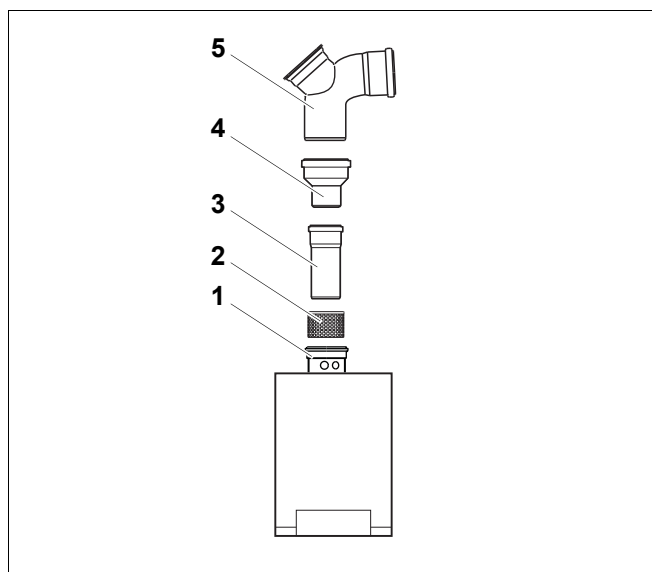

Рис. 10 Подключение котла
Отопительные котлы серийно оснащаются соединительными патрубками (рис. 10, 1).
- Вставьте элементы дымохода друг в друга (рис. 10).